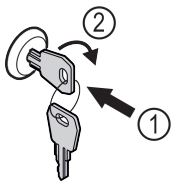

Fig. 58 Примерно изображение
- ▶ Пъхнете ключа Fig. 58 (1).
- ▶ Завъртете го на 90° по посока на часовниковата стрелка Fig. 58 (2).